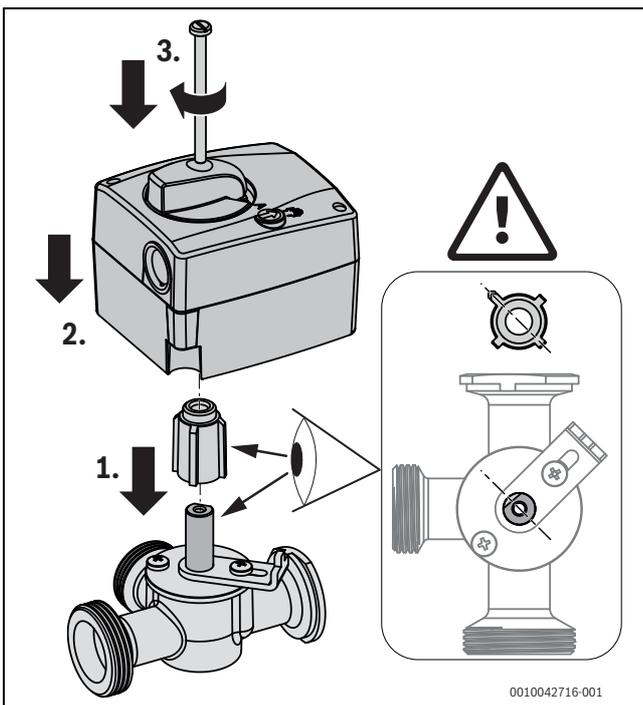

Fig. 35 Monter le servomoteur de vanne mélangeuse
- ▶ Monter le nouveau moteur avec la douille d'entraînement sur la vanne mélangeuse dans l'ordre indiqué (→ fig. 35).